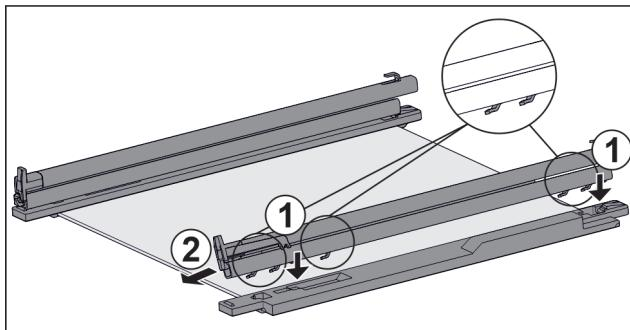

Fig. 63 Стеклянная пластина с направляющими и крепежными элементами
- ▶ Поместите крючки направляющей в отверстия **левого** крепежного элемента. Fig. 63 (1)
- ▶ Потяните направляющую вперед. Fig. 63 (2)
- ▶ Поместите крючки направляющей в отверстия **правого** крепежного элемента. Fig. 63 (1)